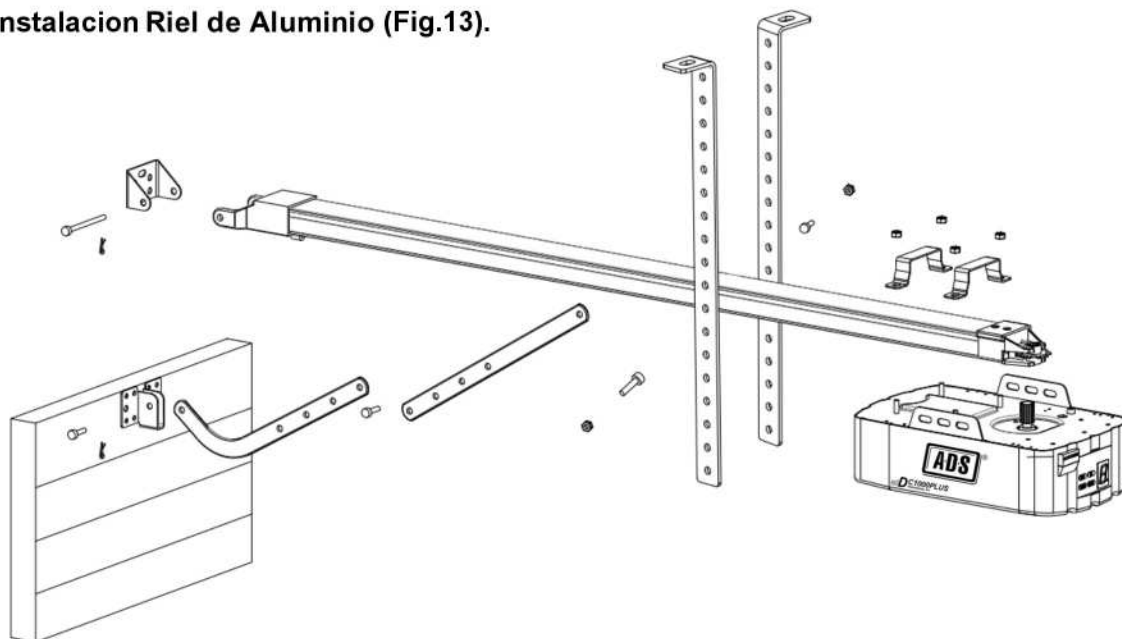

Fig.13
5.4 Instalacion Riel de Aluminio (Fig.13).
Paso 3. (Fig. 13) Fije la Cabeza del Abrepuertas de Garage al Riel de Aluminio. Fije los 2 Soportes tipo "U" Aprisionando con Tuercas de 6mm el Riel de Aluminio Contra el Abrepuertas de Garage.
Paso 4. (Fig.13) Coloque el Riel de Aluminio y Abrepuertas de Garage en el Centro del Piso del Garage, con el Abrepuertas de Garage Alejado del Portón. Levante la Parte Delantera del Riel de Aluminio hasta el soporte del Portón de Pared e Inserte el Pasador con el Seguro.
Paso 5. (Fig.13) Levante y sostenga el Abrepuertas de Garage (con una Escalera) hasta que esté Posicionada y Nivelada. Fijar el Abrepuertas de Garage con el Riel o al Techo Mediante el soporte tipo "L" para Abrepuertas de Garage.
Paso 6. (Fig.13) Fijar el Brazo Recto y el Brazo Curvo. Coloque los Brazos Al Soporte del del Portón Utilizando los Pernos y Seguros Suministrados. Levante el Portón del Garage hasta que el carro se Bloquee con la Cadena de Transmisión. Quedando Listo para Programar el Abrepuertas de Garage.